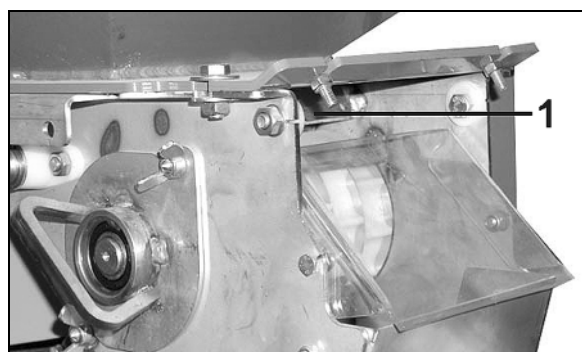

Рис. 57
3. Ослабьте барашковые гайки (Рис. 57/2).
4. Установите высоту датчика уровня (Рис. 57/1) в соответствии с необходимым остаточным количеством посевного материала.